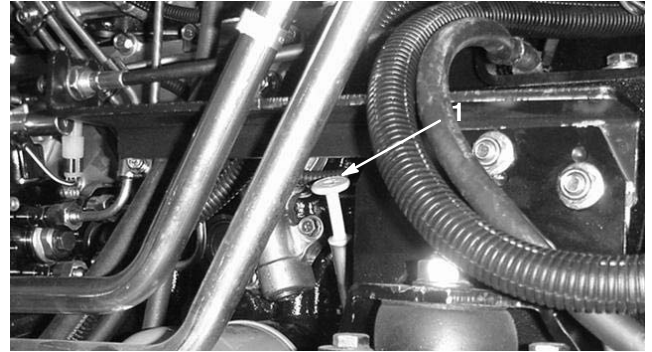
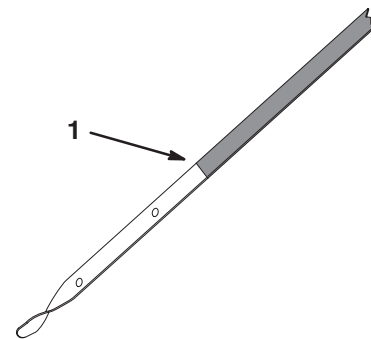

Bild 35
Bild 37
2. Nehmen Sie den Ölpeilstab heraus, wischen Sie ihn mit einem sauberen Lappen ab (Bild 35) und stecken Sie ihn in das Rohr. Nehmen Sie den Ölpeilstab aus dem Rohr heraus und prüfen Sie den Ölstand. Das Niveau sollte an der Vollmarke am Ölpeilstab und nicht an den Löchern liegen (Bild 37).
3. Wenn der Ölstand niedrig ist, nehmen Sie den Ölfülldeckel ab (Bild 36). Füllen Sie das entsprechende Öl ein, bis der Stand die Linie am Ölpeilstab erreicht (Bild 37). **Füllen Sie nicht zu viel Öl ein.**